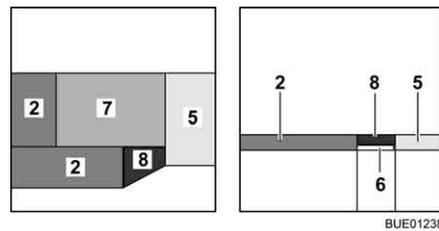

Bild 96 Nach dem Umbau
- Das Zusatzpolster (Bild 96,7) auf den Tisch legen.
- Das Zusatzpolster (Bild 96,8) auf die Bettverbreiterung legen.